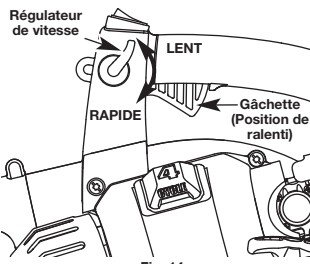

Fig. 14
- Dès que le moteur a démarré et qu'il est chaud, actionnez la manette des gaz pour accélérer l'appareil (Fig. 14).
- Pour des périodes d'utilisation plus longues et pour éviter la fatigue des doigts, poussez le régulateur de vitesse vers la position RAPIDE pour augmenter systématiquement ou maintenir la vitesse du moteur de l'appareil (Fig. 14). Lorsque le régulateur de vitesse est poussé, la manette des gaz s'enfoncera dans la poignée.
- Pour diminuer la vitesse du moteur, déplacez le régulateur de vitesse vers la position LENT et la manette des gaz retournera le moteur au ralenti (Fig. 14).